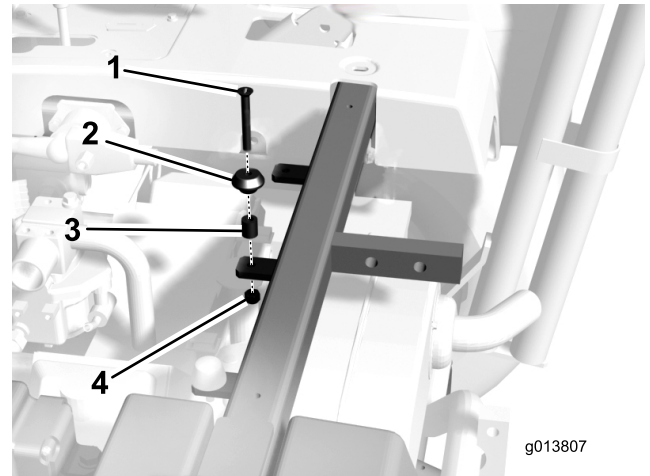

図 6
9. 座席保持ポストをフレームのタブに固定しているねじ、スペーサ、ナットを取り外す（図 6）。